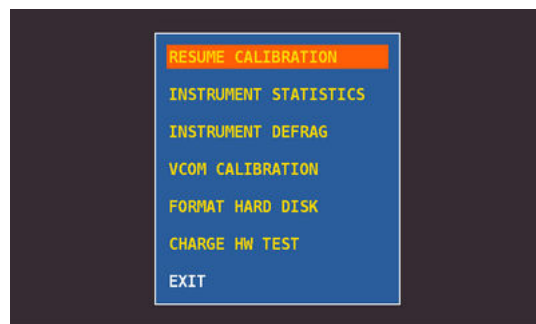

Figura 2: Menu di selezione "RESUME CALIBRATION"
4. Selezionare la voce "RESUME CALIBRATION" (figura 2), premere l'encoder (ENTER) e attendere l'esecuzione del processo;
- Selezionare la voce "METER" (figura 2) e premere "ENTER" per confermare;
- Selezionare la voce "BATTERY TEST" e selezionare "ON" (figura 2);